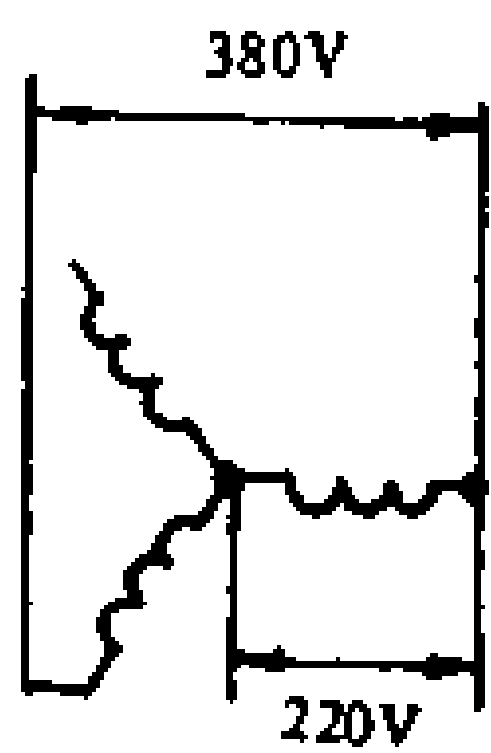

图 4-23 Y 形错接成 D 形
(1) 把 Y 形接线错接成 D 形接线: 图 4-23 所示是把 Y 形接线错接成 D 形接线。这样, 原定相电压 220V, 现在却成了 380V, 电压升高了  $\sqrt{3}$  倍, 单是空载电流就可能超过额定电流, 以致使电动机迅速发热而烧坏。